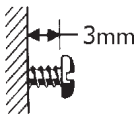

Figura 2
- Atornille el tornillo de 32mm suministrado a la pared, dejando 3mm (1/8") fuera de la pared. (Figura 2.)